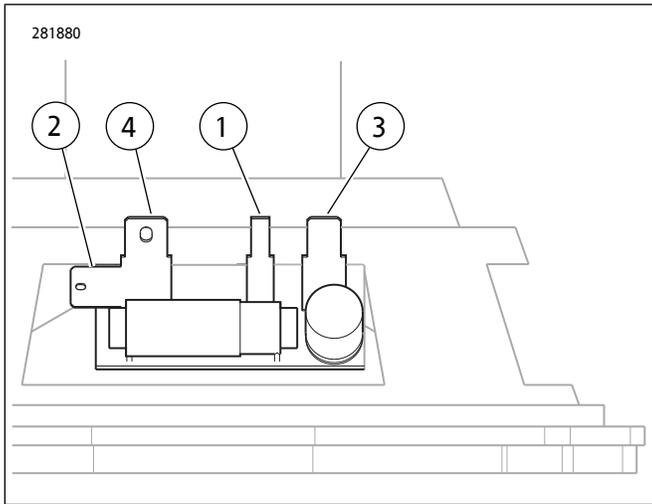

图2。Bagger扬声器铲形接线端
2. 参见图2。将导线从格栅安装的高音扬声器连接至扬声器背面的铲形接线端(1)和(2)。不同大小的铲形触头可防止出现装配错误。
5. 参见图2。将车辆线束上的插座接线端安装至扬声器背面的铲形接线端(3)和(4)。不同大小的铲形触头可防止出现装配错误。